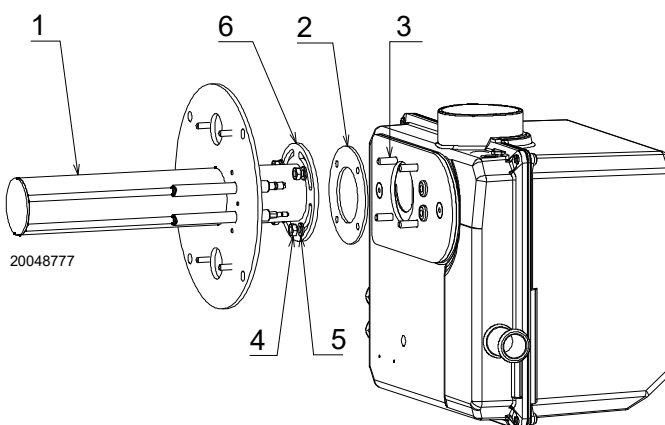

Fig. 6
- Dévisser l'écrou 4)(Fig. 6) et la rondelle 5) prémontés ;